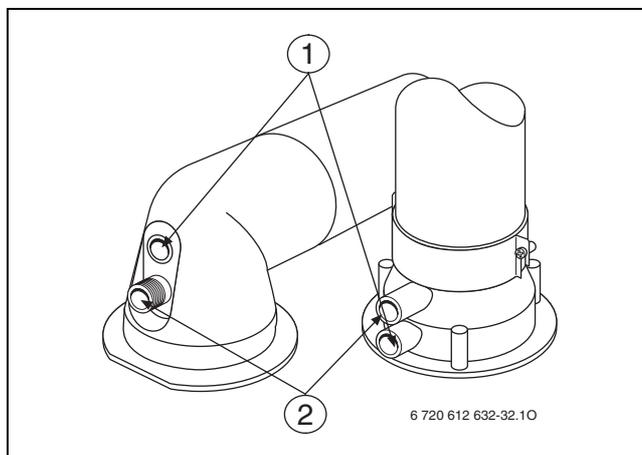

Fig. 40
- ▶ Rimuovere il tappo della presa di analisi dell'aria comburente (2) (→ fig. 40).
- ▶ Rimuovere il tappo di chiusura dalla presa di analisi dei fumi (1) (→ fig. 40).